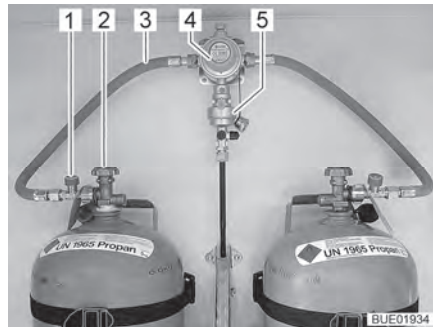
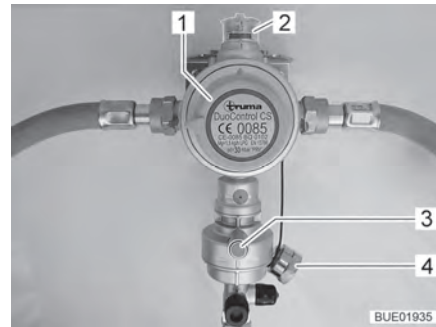
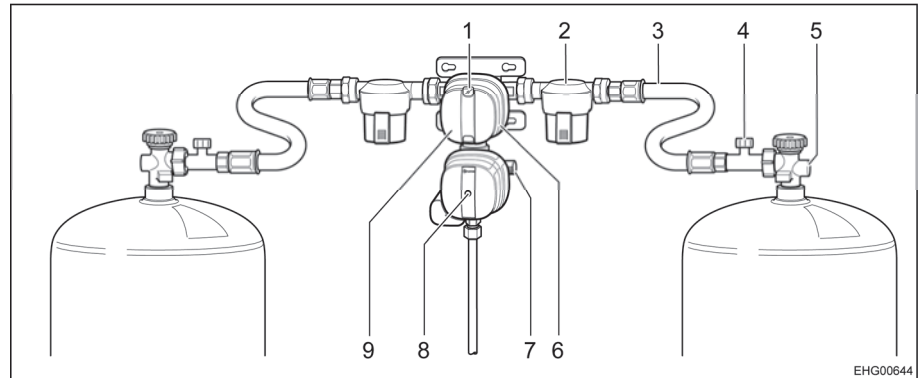

Bild 67 Gasflaschen mit DuoControl
Bild 68 DuoControl-Regelanlage
Bild 69 Gasdruck-Regelanlage DuoControl CS
Die DuoControl-Regelanlage besteht aus einem Umschaltventil (Bild 67,4) und dem Crashsensor (Bild 67,5). Die DuoControl-Regelanlage ist zwischen den Gasschläuchen (Bild 67,3) mit Schlauchbruchsicherung (Bild 67,1) montiert. Mit dem Drehknopf (Bild 68,1) am Umschaltventil kann bestimmt werden, welche der Gasflaschen als Betriebsflasche und welche als Reserveflasche verwendet wird.
Am Sichtfenster (Bild 68,2) wird der Status der Gasversorgung angezeigt:
Der Betrieb mit nur einer Gasflasche ist zulässig, allerdings muss der offene Anschluss in diesem Fall mit dem Blinddeckel (Bild 68,4) verschlossen werden.
Der Crashsensor sperrt die Gaszufuhr bei erheblicher Erschütterung (z. B. Unfall) ab. Der Crashsensor wird durch Drücken des grünen Resetknopfs (Bild 68,3) in Betrieb genommen.
Die Schlauchbruchsicherung (SBS) (Bild 67,1) sperrt den Gasfluss, wenn der angeschlossene Schlauch bricht. Die Schlauchbruchsicherung muss durch Drücken der grünen Taste aktiviert werden.
Die DuoControl-Regelanlage besteht aus einem Umschaltventil mit Crashsensor (Bild 69,9). Die DuoControl-Regelanlage ist zwischen den Hochdruckschläuchen (Bild 69,3) mit Schlauchbruchsicherung (Bild 69,4) montiert. Mit dem Drehknopf (Bild 69,6) am Umschaltventil kann bestimmt werden, welche der Gasflaschen als Betriebsflasche und welche als Reserveflasche verwendet wird.
An der Statusanzeige (Bild 69,1) wird der Status der Gasversorgung angezeigt:
Der Betrieb mit nur einer Gasflasche ist zulässig, allerdings muss der offene Anschluss in diesem Fall mit der Schraubkappe (Bild 69,7) verschlossen werden.
Der Crashsensor sperrt die Gaszufuhr bei erheblicher Erschütterung (z. B. Unfall) ab. Der Crashsensor wird durch Drücken des gelben Resetknopfs (Bild 69,8) in Betrieb genommen.
Die Schlauchbruchsicherung (SBS) (Bild 69,4) sperrt den Gasfluss, wenn der angeschlossene Schlauch bricht.
An der Bedieneinheit (Bild 70) wird die Gaszufuhr über die DuoControl-Regelanlage ein- und ausgeschaltet. Die Haupt-Absperrventile (Bild 69,5) der Gasflaschen und die Gasabsperrentile der Geräte müssen von Hand geöffnet werden.
- Mit dem Drehknopf (Bild 69,6) am Umschaltventil die Gasflasche wählen, der vorrangig das Gas entnommen werden soll (Betriebsflasche). Den Drehknopf immer bis zum Anschlag drehen.
- Haupt-Absperrventile (Bild 69,5) an den Gasflaschen öffnen.
- Schlauchbruchsicherung (SBS) aktivieren. Dazu grüne Taste (Bild 67,1) drücken bzw. SBS (Bild 69,4) ca. 5 Sekunden lang drücken. Am Sichtfenster bzw. an der Statusanzeige (Bild 69,1) wird die grüne Markierung angezeigt.
- Haupt-Absperrventile (Bild 67,2 bzw. Bild 69,5) an den Gasflaschen schließen.
Wenn die grüne Kontroll-Leuchte (Bild 70,6) während des Betriebs erlischt und die rote Kontroll-Leuchte (Bild 70,5) aufleuchtet, ist die Betriebsflasche leer und muss gewechselt werden. Am Sichtfenster (Bild 67,2) bzw. an der Statusanzeige (Bild 69,1) wird die rote Markierung angezeigt. Die Reserveflasche versorgt die Gasverbraucher weiterhin mit Gas.
- Drehknopf (Bild 69,6) eine halbe Drehung in Richtung der aktuell verwendeten Gasflasche drehen. Damit ist diese Gasflasche jetzt die Betriebsflasche, die leere Gasflasche wird zur Reserveflasche. Die Markierung im Sichtfenster (Bild 67,2) bzw. an der Statusanzeige (Bild 69,1) wechselt von Rot auf Grün.
- Haupt-Absperrventil (Bild 67,2 bzw. Bild 69,5) an der leeren Gasflasche schließen. Pfeilrichtung beachten.
- Schlauchbruchsicherung (SBS) aktivieren. Dazu grüne Taste (Bild 67,1) drücken bzw. SBS (Bild 69,4) ca. 5 Sekunden lang drücken.